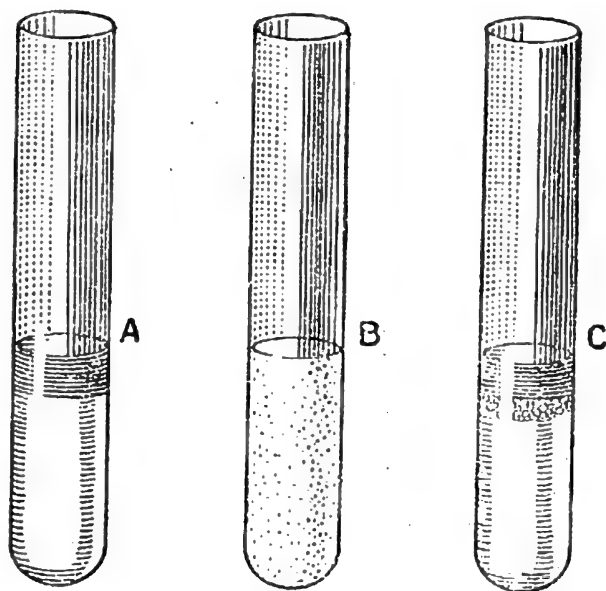

Fig 5. — L'huile et l'eau.
**4. L'huile et l'eau.** — Dans un tube de verre, versons de l'eau, puis de l'huile : les deux liquides ne se mélangent pas et l'huile reste à la surface de l'eau (fig. 5, A).
Agitons fortement le tube : le liquide devient laiteux et il semble que l'huile et l'eau sont bien mélangées (fig. 5, B). Pourtant, nous voyons bientôt de fines gouttelettes d'huile remonter à la surface; au bout d'un instant, l'eau, redevenue limpide, est surmontée d'une couche d'huile aussi épaisse qu'au début (fig. 5, C).